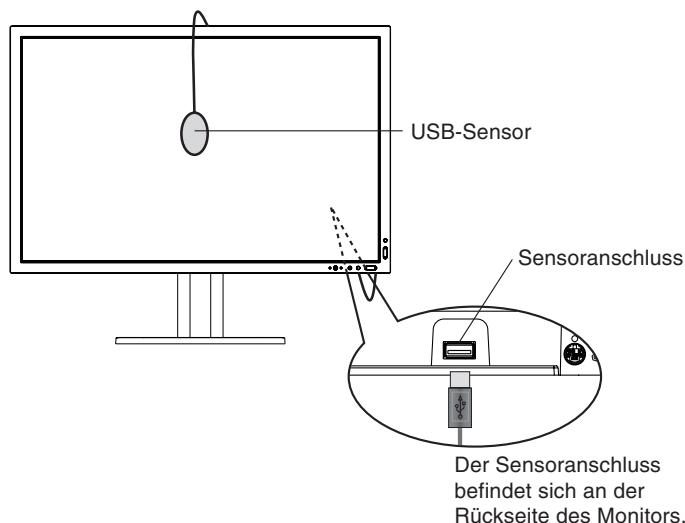

Abbildung S.1
1. Schließen Sie den USB-Sensor am Sensoranschluss an (**Abbildung S.1**).
7. Sie werden aufgefordert, den USB-Sensor in der Mitte des Bildschirms zu platzieren (**Abbildung S.7**). Neigen Sie den Monitor um etwa 5 Grad nach hinten, und platzieren Sie den USB-Sensor in der Mitte des Bildschirms (**Abbildung S.1**).